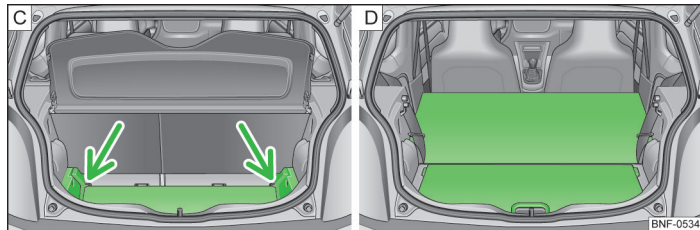

Fig. 47 Udvidelse af bagagerum: Nedad / Fremad
- Løft bundpladen, og skub den ind i noterne » Fig. 47 – **[C]**.